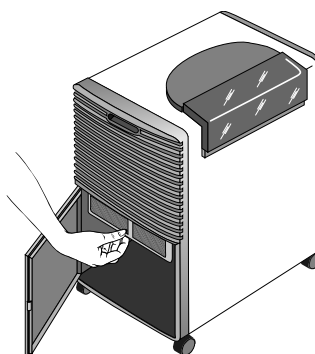

Fig. 4
- Per togliere il filtro dell'aria, aprire lo sportello, rimuovere la tanica ed estrarre il filtro tirandolo verso il basso (fig. 4).